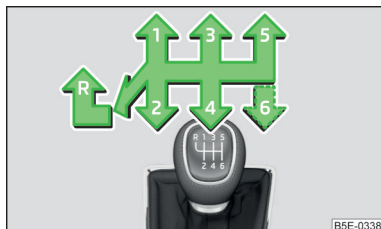

Fig. 137
Pe schimbătorul de viteze este reprezentată schema de selectare a treptelor individuale de viteză » fig. 137.
- Apăsați maneta schimbătorului de viteze în jos, complet spre stânga și apoi spre înainte, în poziția **R** » fig. 137.